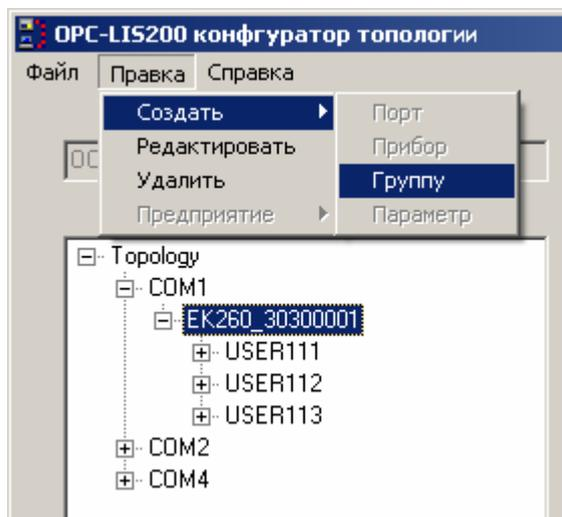

Рисунок 21
- Создать новую “Группу” параметров (рис. 21). Команда разрешена только при выборе узла “Прибор”.